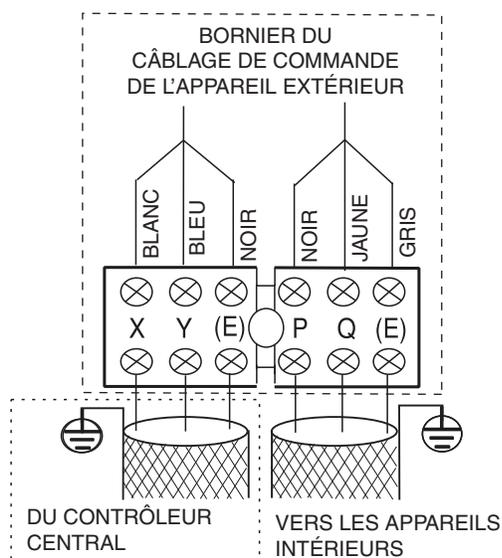

Fig. 1 — Bornier du câblage de commande
- Connectez une des extrémités du câble de commande blindé à 3 conducteurs au bornier du câblage de commande sur l'appareil extérieur. Voir fig. 1.